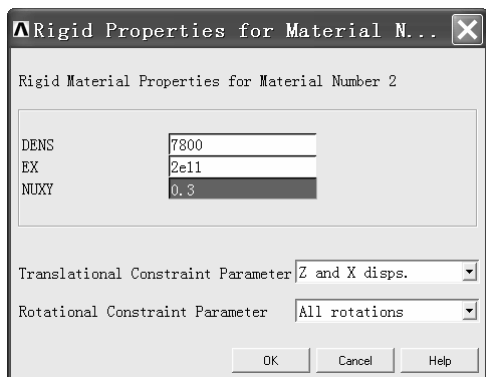

图 10-66 “Rigid Properties for Material N...” 窗口
(5) 在“Bilinear Isotropic Properties for ...”窗口中的“DENS”方框处写入“7850”，“EX”方框处写入“2.1e11”，“NUXY”方框处写入“0.3”，“Yield Stress”方框处写入“2e8”，“Tangent Modulus”方框处写入“2e9”。以上输入表示材料密度为 7850kg/m^3 ，杨氏模量为 $2.1 \times 10^{11}\text{Pa}$ （注意 2.1e11 表示 2.1×10^{11} ），泊松比为 0.3，屈服应力为 $2 \times 10^8\text{Pa}$ ，切线模量为 $2 \times 10^9\text{Pa}$ 。
(6) 单击“Bilinear Isotropic Properties for ...”窗口中的“OK”按钮。
(7) 用鼠标左键单击“Define Material Model Behavior”窗口右侧方框中的“LS-DYNA”，继续单击“Rigid Material”，弹出“Rigid Properties for Material N...”窗口。
(8) 在“Rigid Properties for Material N...”窗口中进行如下操作（见图 10-66）：在“DENS”后的方框中输入“7800”，在“EX”后的方框中输入“2e11”，在“NUXY”后的方框中输入“0.3”，在“Translational Constraint Parameter”后的方框中选择“Z and X disps.”，在“Rotational Constraint Parameter”后的方框中选择“All rotations”，然后单击“OK”按钮。
(9) 单击“Define Material Model Behavior”窗口右上角的叉号关闭该窗口。